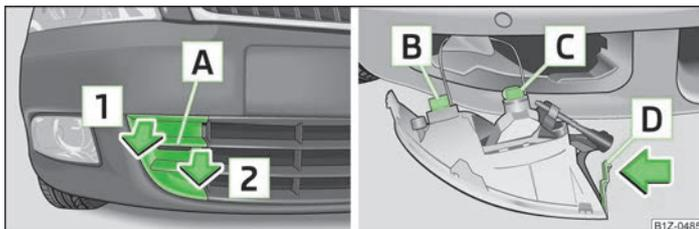

Fig. 164 Paragolpes delantero: Rejilla protectora/desmontaje del faro antiniebla
Asignación de bombillas » fig. 164.
- Introducir los dedos en el orificio **[A]** » fig. 164.
- Meter la mano en la apertura en la que se encuentra la caperuza cobertora, y presionar la pestaña de enclavamiento **[D]** » fig. 164 en el sentido de la flecha.